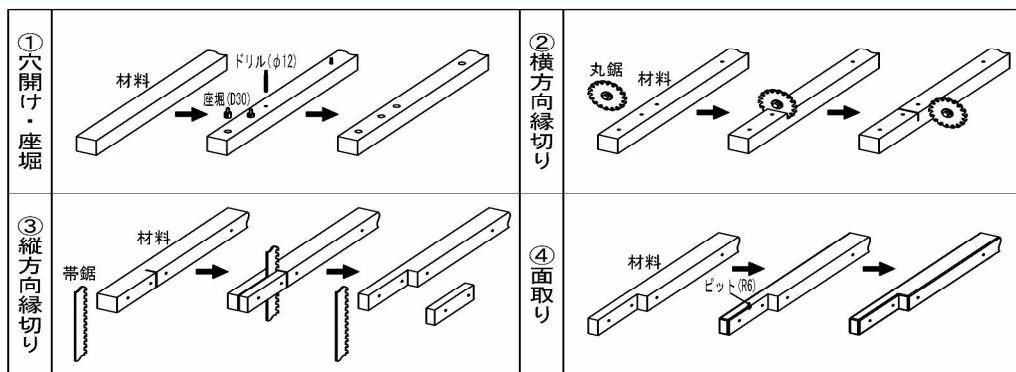

図4 加工方法
部材の加工は図4のドリル・丸鋸盤・帯鋸盤・トリマーなどの一般的な木工機械を使用。
最初に材料の柱材にドリルで穴を開ける（図4の ①）。
次に丸鋸盤で横方向の切り込みを入れ縦方向の縁を切る（図4の ②）。
帯鋸盤で縦方向に切り込みを入れ「L字形の欠き」を作る（図4の ③）。
最後に角をトリマーにポーズ面のビットを取り付けて、必要なところを面取りする（図4の ④）。